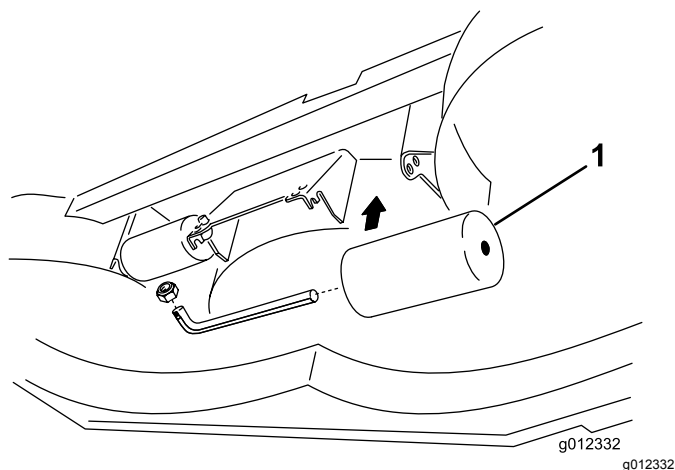

Figura 11
4. Para ajustar los rodillos traseros (internos), consulte la **Figura 11**.